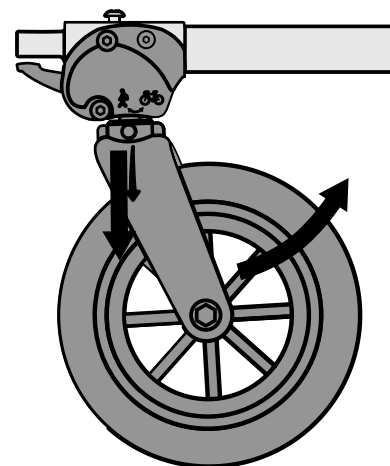
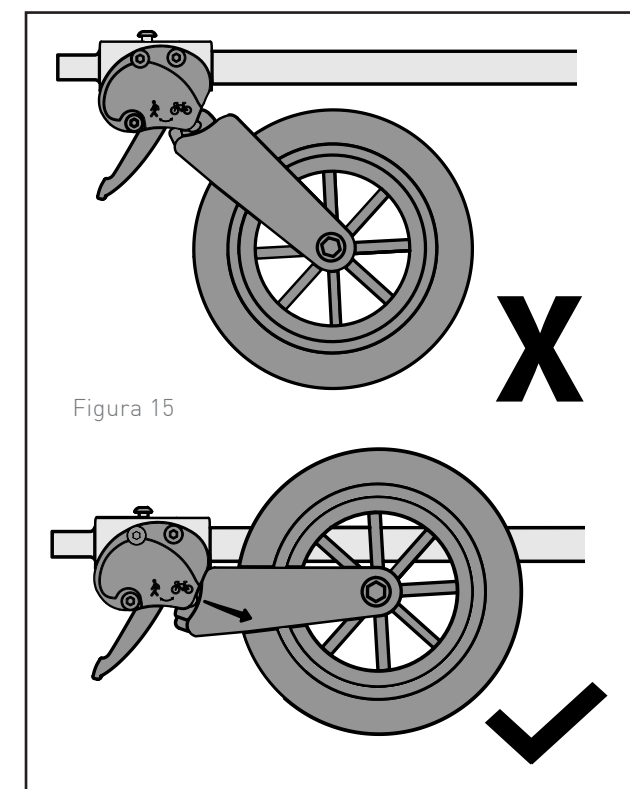

Figura 14
Figura 15
1. Tire de la horquilla hacia abajo (Figura 14) y gire para entrar en el modo de cochecito tal como se muestra. La horquilla quedará automáticamente bloqueada en la posición de remolque cuando esté colocada correctamente (Figura 15).